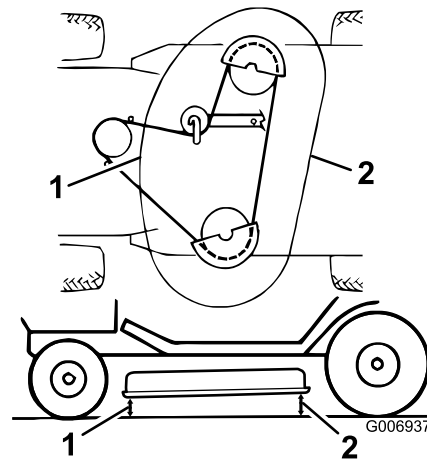

Figure 49
9. Contrôlez l'inclinaison avant/arrière en mesurant la distance entre le bas du plateau de coupe (au centre, à l'avant et à l'arrière) et le sol plat (Figure 49). Si l'avant n'est pas de 3 à 10 mm plus bas que l'arrière, un réglage est nécessaire.